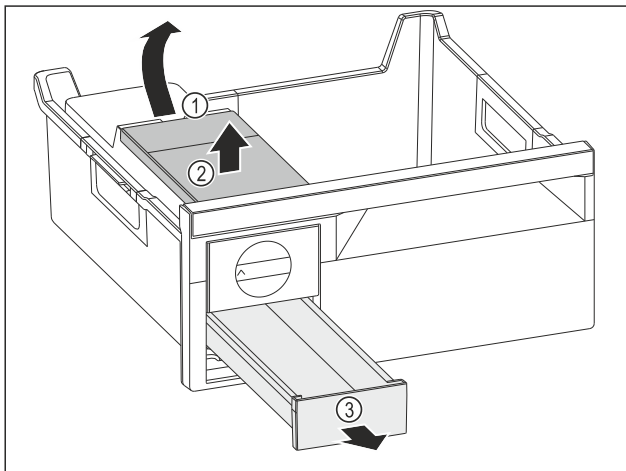

Fig. 144
- Estrarre il serbatoio dell'acqua: Sollevare il serbatoio dell'acqua nel vano Fig. 144 (1).
- Estrarre il serbatoio dell'acqua Fig. 144 (2) verso l'alto.
- Estrarre il cassetto del ghiaccio Fig. 144 (3) in avanti.